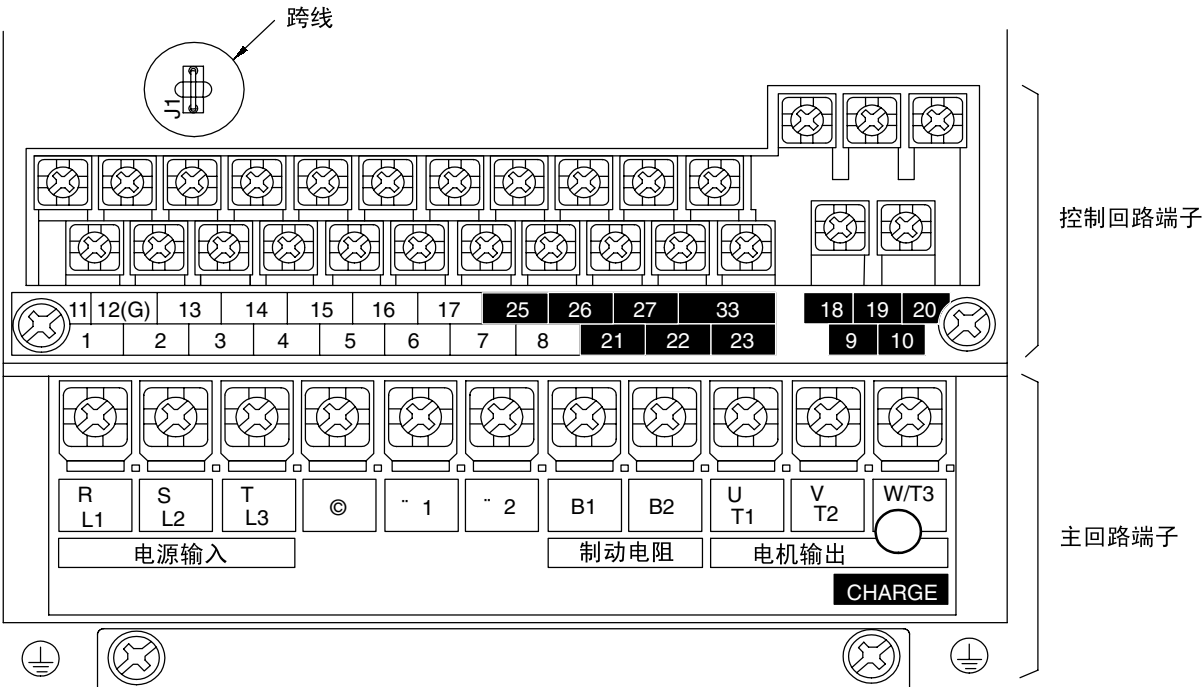

图 7.11 跨线的安装位置 以 200V 级 0.4kW 的变频器为例
- 向频率指令（电流）端子 14，输入电压（设定值 0 或 1）请一定要切断控制基板上的 J1 跨线（参 照图 7.11）。不切断跨线就输入电压，输入电阻将被烧坏。